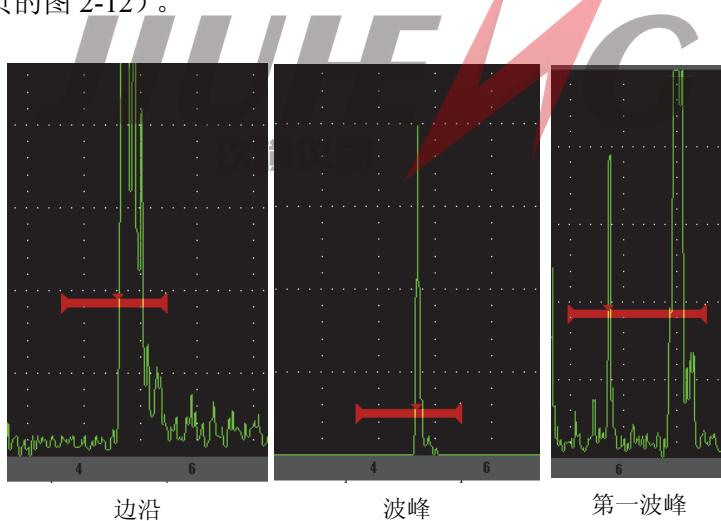

图 2-12 边沿、波峰和第一波峰模式下的测量触发点
- **Peak**（波峰）：基于闸门内的最高波峰采集测量读数（波峰无需穿出闸门阈值）（参见第42页的图2-12）。
- **1stPeak**（第一波峰）：基于第一个穿出闸门阈值的波峰采集测量读数（参见第42页的图2-12）。
- **Edge**（边沿）：基于闸门内信号的第一个穿出点位置采集测量读数（参见第42页的图2-12）。